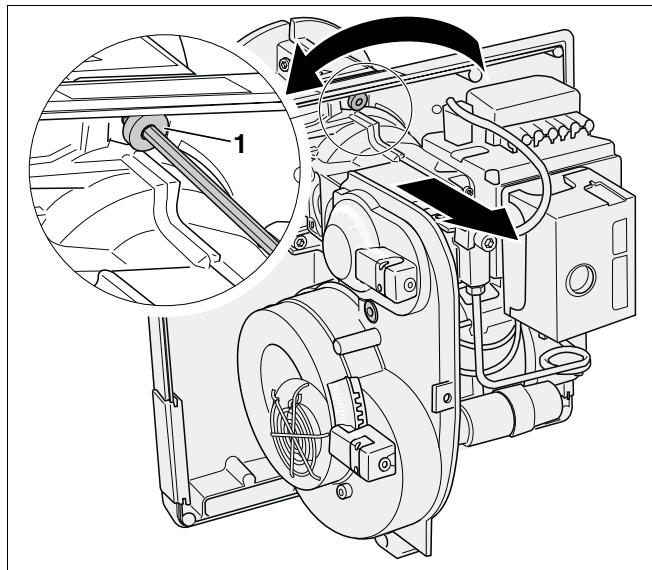

Fig. 18 Remoção do queimador junto com a placa de base
- Solte o parafuso de assistência uma meia volta com a chave de sextavado interior (SW 4) (Fig. 18, Item 1).
- Vire o queimador para a direita e retire-o do tubo do queimador (Fig. 18).